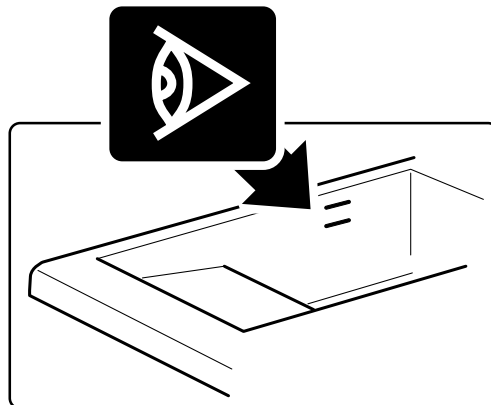

Abb. 5 Höchst- / Mindestfüllstand im Becken
- Stets kontrollieren, dass sich der Ölstand zwischen dem von den Reliefmarkierungen im Innenbereich der Wanne angegebenen |b|Mindest-|b| und dem |b|Maximalfüllstand|b| hält, siehe *Abb. 5 Höchst- / Mindestfüllstand im Becken*.
**es ist strikt verboten das Gerät im Fall eines Ölmangels in der Frittierwanne einzuschalten. stets kontrollieren, dass sich der Ölstand zwischen dem von den Reliefmarkierungen im Innenbereich der Wanne angegebenen Mindest -und dem Maximalfüllstand hält (siehe Abb. 5 Höchst- / Mindestfüllstand im Becken).**